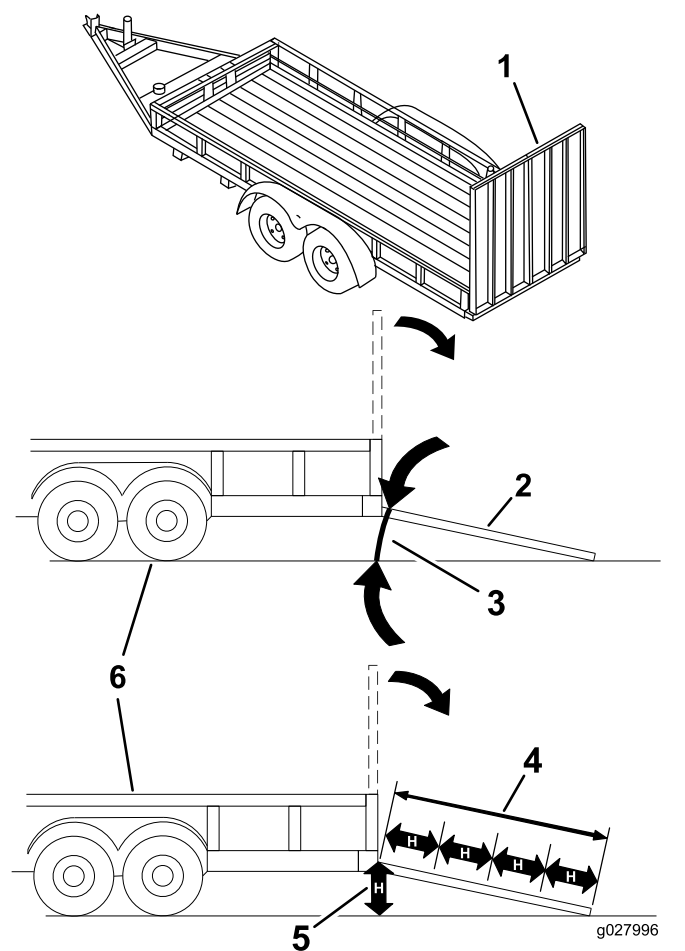

Figure 32
Le chargement d'une machine sur une remorque ou un camion augmente les risques de renversement et peut provoquer des blessures graves voire mortelles (**Figure 32**).
3. Abaissez la rampe pour que l'angle avec le sol ne dépasse pas 15 degrés (Figure 32).
1. Abaissez la rampe pour que l'angle avec le sol ne dépasse pas 15 degrés (Figure 32).